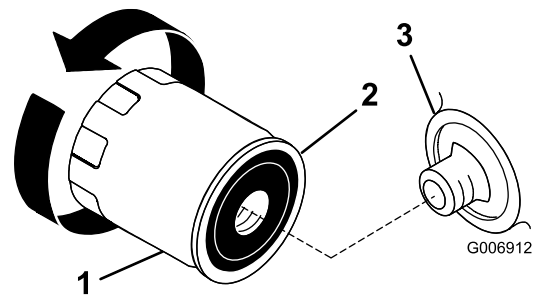

Figure 33
2. Enlevez le filtre à huile usagé et essuyez la surface du joint de l'adaptateur (Figure 33).
3. Appliquez une fine couche d'huile neuve sur le joint en caoutchouc du filtre de rechange (Figure 33).
5. Tournez le filtre à huile dans le sens horaire jusqu'à ce que le joint touche l'adaptateur, puis donnez 1/2 à 3/4 de tour supplémentaire (Figure 33).